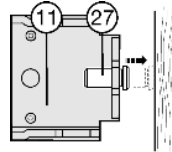

Fig. 14
- ▶ Gire los tornillos reguladores Fig. 14 (27) del centro del soporte de cojinete Fig. 14 (11) hasta el tope de la pared lateral del mueble.